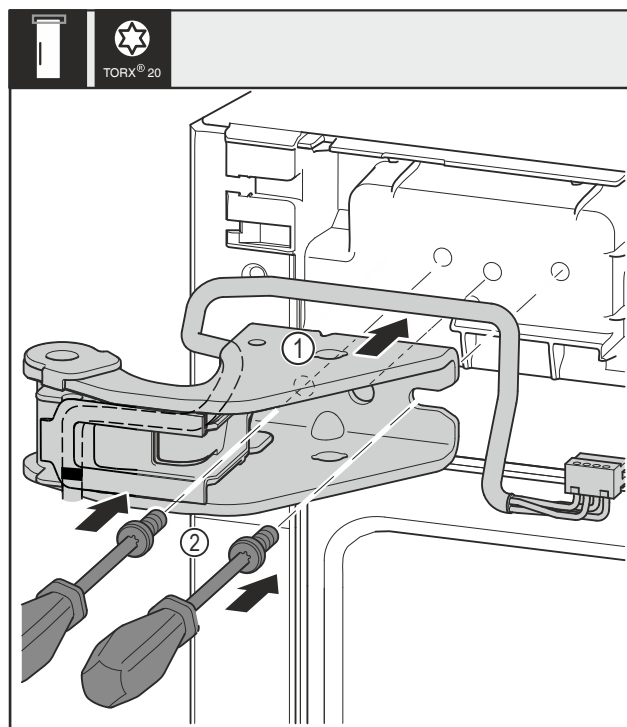

Fig. 31
- ▶ Nasadte hornú ložiskovú konzolu Fig. 31 (1).
- ▶ Nasadte a utiahnite skrutky Fig. 31 (2) skrutkovačom.